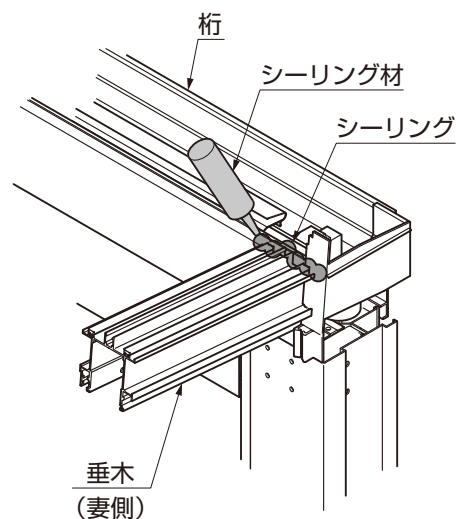

図6-8
- ① 垂木を垂木組付金具に【1-9】で取付けてください。
- ② 妻側の垂木と桁の接する上面にシーリングをしてください。(図6-8参照)